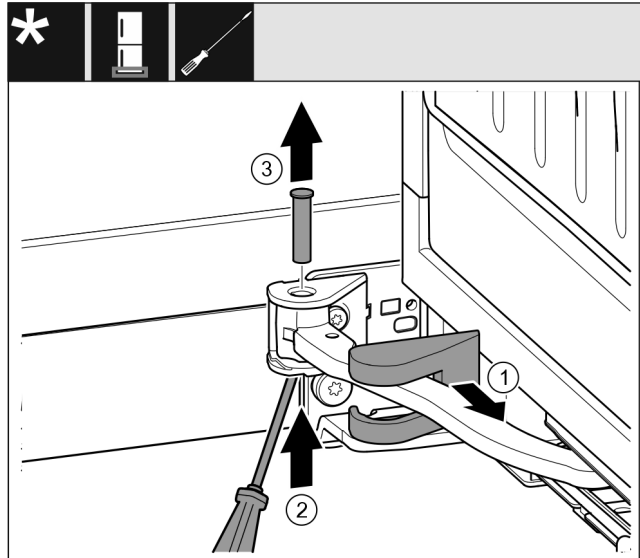

Fig. 15
- ▶ Vedä laakeripukin suojus irti ja siirrä sitä niveltä pitkin. Fig. 15 (1)
- ▶ Kohota tappia työntämällä sitä sormella tai ruuvimeisselillä alapuolelta. Fig. 15 (2)
- ▶ Vie ruuvimeisseli tapin pään alapuolelle ja vedä tappi ulos. Fig. 15 (3)